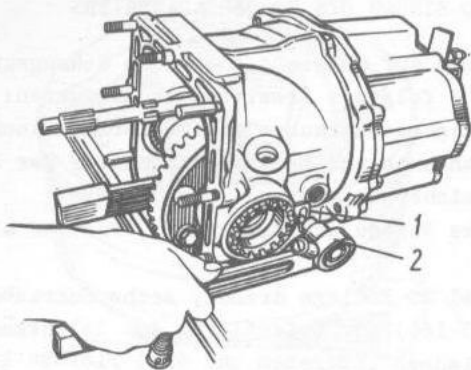

Bild 3-144. Einsatz der Sperre der Stellmutter:
5. Sperre 1 (Bild 3-144) der Stellmutter des Abtriebsrads einlegen und diese mit Schrauben am Achsgetriebekasten befestigen.